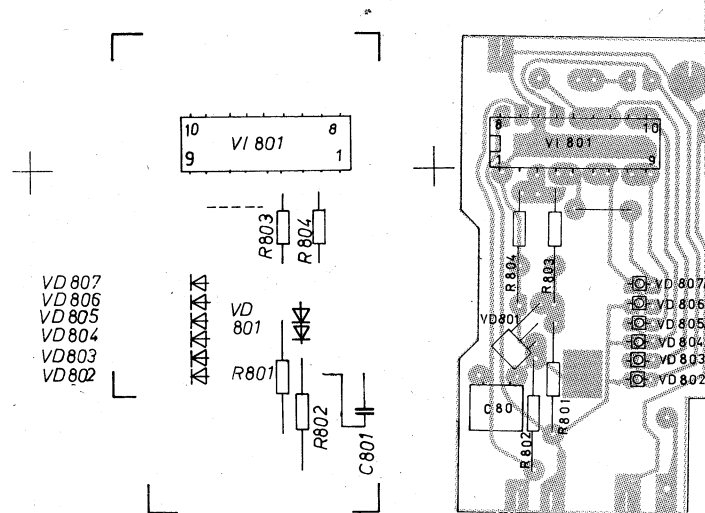

Abb. 1 Anzeige-LP
5.1. LED-Anzeige (Abb. 1, 1.1 und 2)